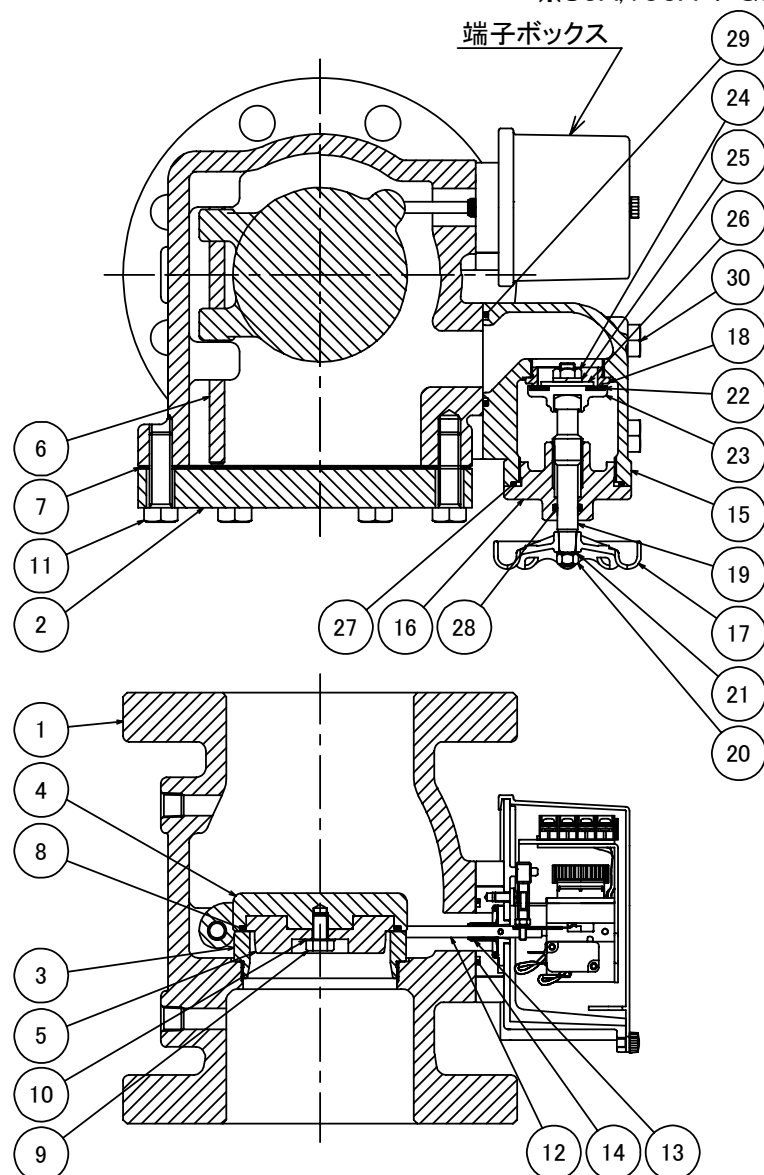

図6. RV型 アラームバルブ本体
① バルブ本体(7ページの図6参照)
② 排水弁(7ページの図6参照)